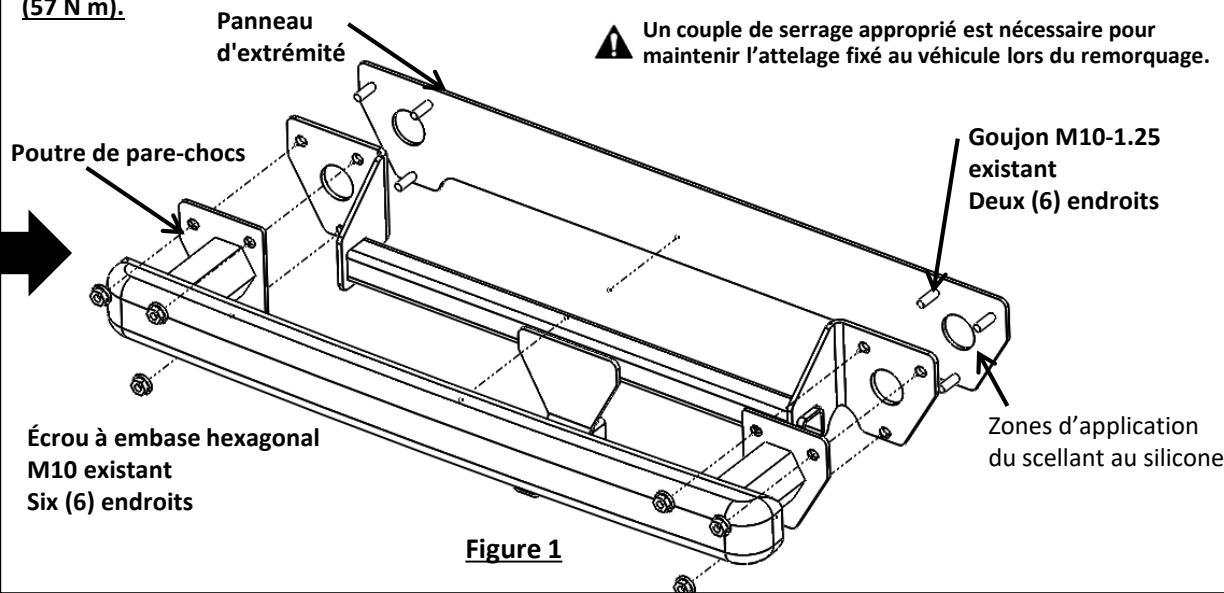

Figure 1
3. Retirer la poutre de pare-chocs – Retirer la mousse autour de la surface de montage de la poutre de pare-chocs. À l'aide d'une douille 15 mm avec rallonge, retirer six (6) écrous à embase hexagonaux M10. Mettre la poutre de pare-chocs de côté. Conserver les écrous hexagonaux à embase M10 pour l'installation de l'attelage. Voir la Figure 1.
4. Installer l'attelage et la poutre de pare-chocs - Utiliser un scellant au silicone pour sceller le pourtour de l'ouverture des deux côtés du panneau d'extrémité. Soulever l'attelage et la poutre de pare-chocs en position en alignant les trous sur les goujons du panneau d'extrémité. **Voir la Figure 1.** Réinstaller lâchement les six (6) écrous à embase existants M10 retirés à l'étape 3 sur les goujons du panneau d'extrémité. **Serrer toute la visserie de M10-1.25 CL8.8 au couple de serrage de 42 lb-pi (57 N m).**